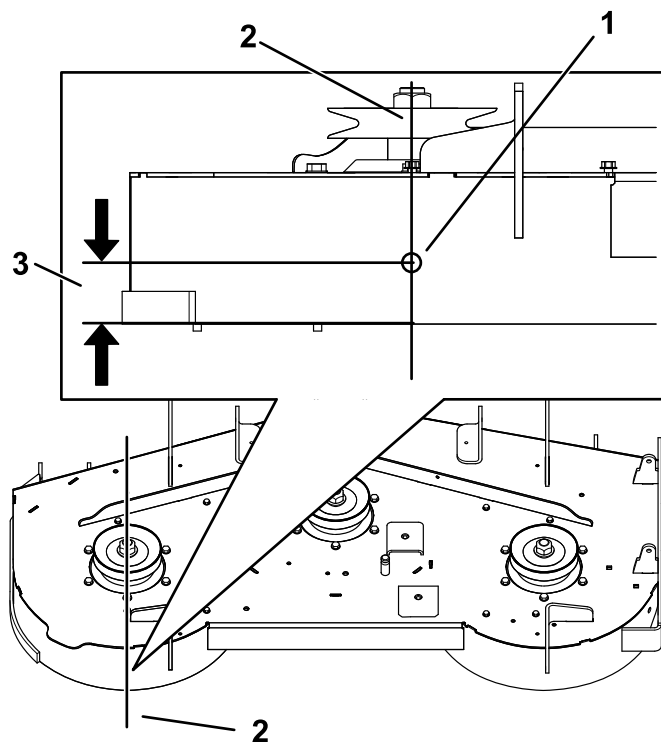

Bild 1
2. Bohren Sie an der markierten Stelle ein Loch mit einem Bohrer (9/32"), wie in Bild 1 dargestellt.